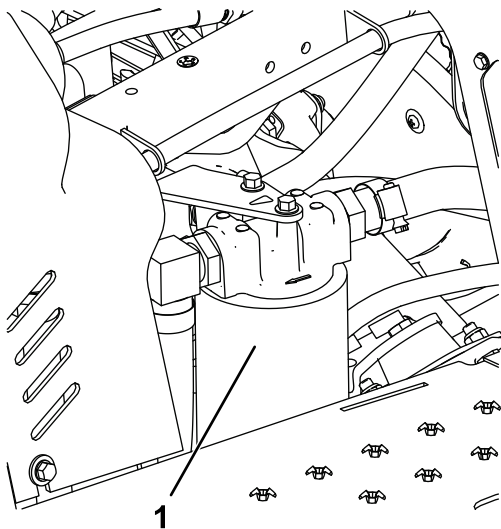

Figura 42
4. Aezați o tavă de golire sub filtrul hidraulic, care se află în partea stângă a mainii (Figura 42).
7. Montați filtrul hidraulic nou (Figura 42) înurubându-l manual până când garnitura intră în contact cu capul filtrului, apoi strângeți filtrul cu încă  $\frac{3}{4}$  de tură.